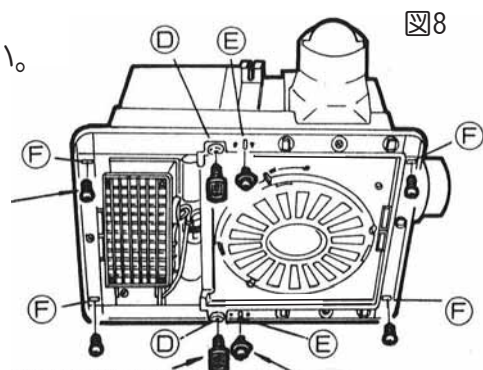

図8
③図8の本体仮固定ねじ(M4×12)2本で本体を仮固定してください。
④図8の本体固定用ねじ(4×30)4本で本体をしっかりと固定してください。
⑤天吊金具を使用する場合は、図8の天吊金具固定用ねじ(M4×5)2本で本体を固定してください。